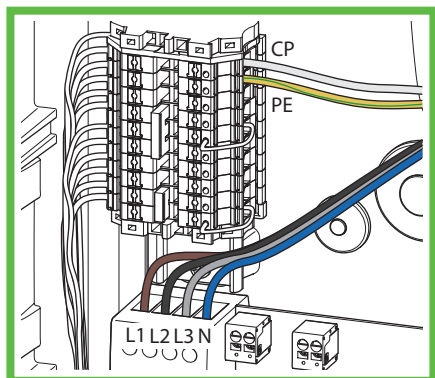

Fig. 20 : Connexion du câble de chargement
- ▶ Connectez le câble de chargement (Fig. 20).